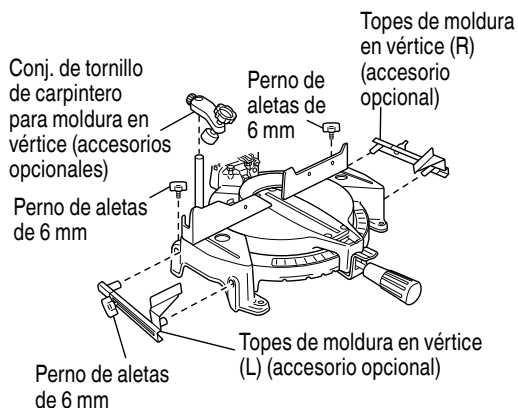

Fig. 33-a
- (1) Las topes de moldura en vértice (L) y (R) (accesorios opcionales) permiten facilitar los cortes de la moldura en vértice, sin inclinar la hoja de sierra. Instálelas en ambos lados de la base, tal como se muestra en la Fig. 33-a. Después de la inserción, apriete el perno de perilla de 6 mm para asegurar los topes de moldura en vértice.
Luego gire la perilla superior, según se requiera para que la moldura en vértice quede fijada en su lugar. Para levantar o bajar el conjunto de tornillo de carpintero, afloje primero el perno de perilla de 6 mm. Después de ajustar la altura, apriete firmemente el perno de aletas de 6 mm; luego gire la perilla superior, según se requiera, para que la moldura en vértice quede fijada firmemente en su lugar. (Consulte la Fig. 33-b)